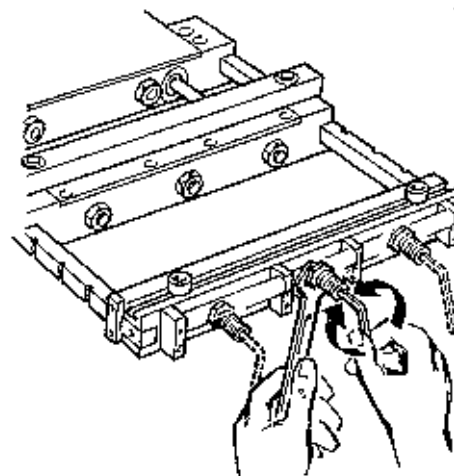

Рис.22
- Для типов Р-С-З; ТЗ; V-К; 2TV; 2TK; ключ на 32 мм, универсальный гаечный ключ на 8 мм. На подающих устройствах с 3 задними демпфирующими устройствами и 3 винтами, регулировка хода совершается регулировкой среднего винта (Рис. 22).